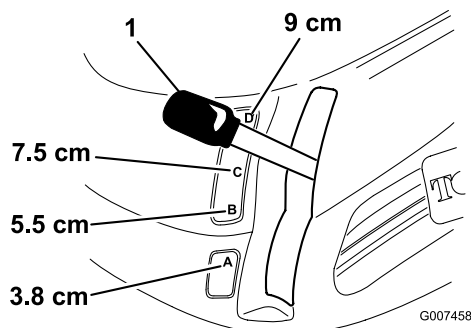

Figura 7
2. Tirate la leva dell'altezza di taglio, spostatela nella posizione desiderata e rilasciatela lentamente nella tacca (Figura 7).